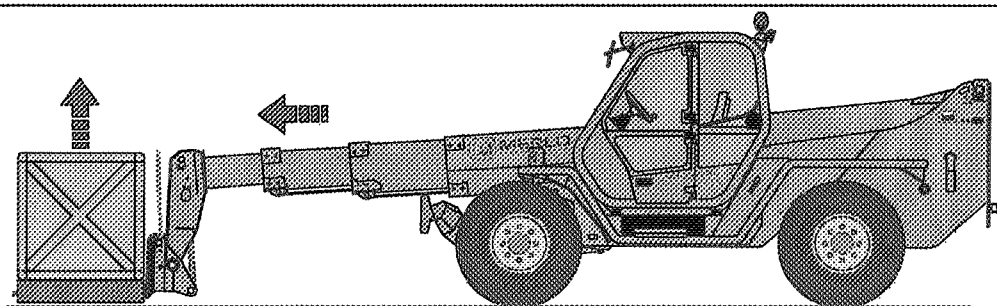

Fig.6
- extender el brazo, poner las horquillas debajo de la carga y elevarla unos centímetros (Fig. 6)